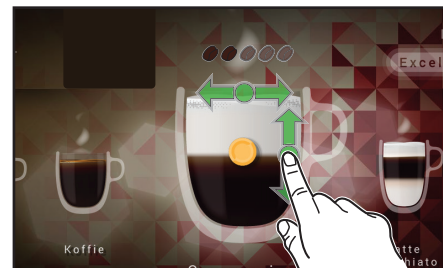

Fig. 4.6 - « Faites vous-même » - concentration > proportions
- **CONCENTRATION DE LA BOISSON** - déplacez le point situé au centre de la tasse, vers la gauche ou vers la droite (les grains de café en surbrillance indiquent la concentration de la boisson) (fig. 4.6)
- **PROPORTIONS DES INGRÉDIENTS** (applicable pour les boissons en mélange) - déplacez le point vers le haut ou le bas pour ajuster les portions des ingrédients (fig. 4.6).